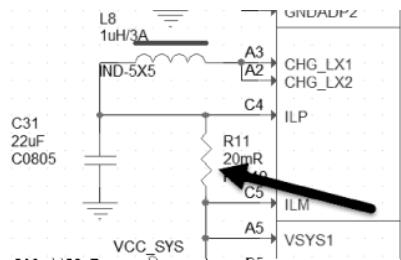
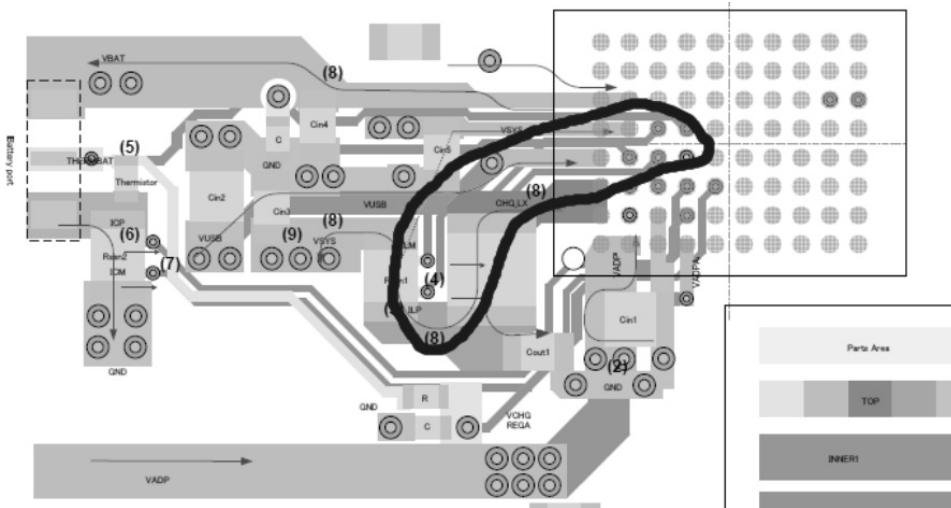

图 15-15 充电电流采样电阻
图 15-16 采样电阻 R11 差分走线
(2) RC5T619 中有两个采样电阻。一个采样电阻是充电电流采样电阻 R11，如图 15-15 所示，在 PCB 走线时需要从采样电阻 R11 的两端差分走线到 C4 与 C5 两个焊盘上，如图 15-16 中标记线所示，特别注意 C5 不能直接跟 A5 接在一起，否则会出现充电电流偏小的现象。